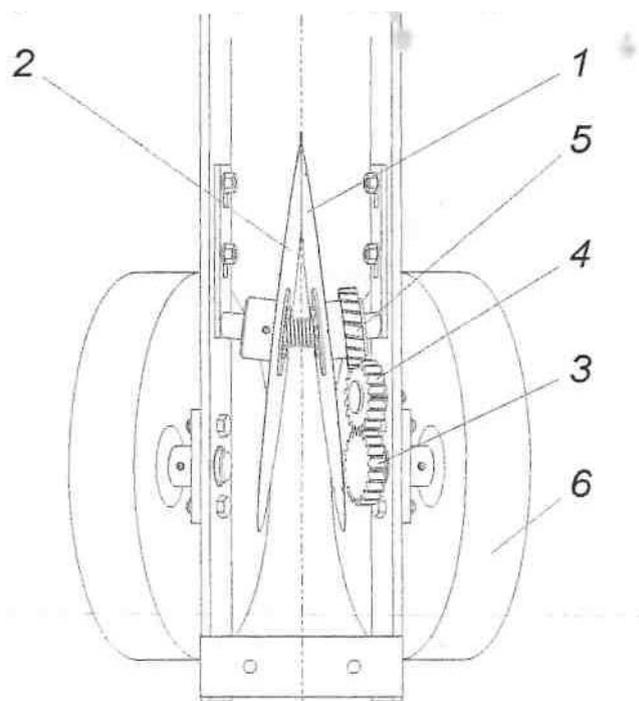

Рис. 4 Схема привода высаживающих дисков.
Привод высаживающих дисков показан на рис. 4. Ведущая шестерня (3) неподвижно соединена с осью правого уплотняющего катка (6) и передает движение через промежуточную шестерню (4) на шестерню ведомую (5), которая соединена неподвижно с правым высаживающим диском. Левый высаживающий диск (2) получает привод от правого диска. Вся шестеренчатая передача защищена жестяным ограждением.